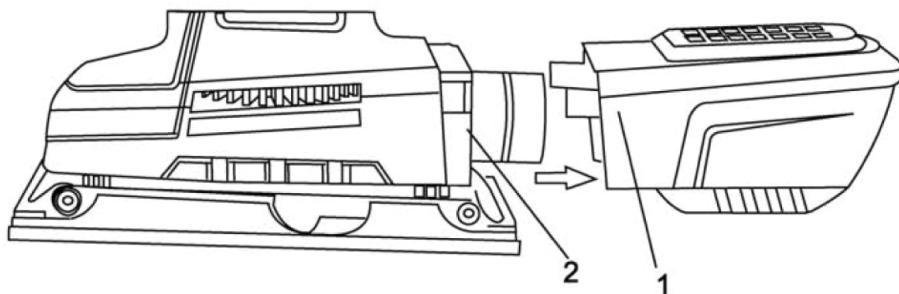

Рис. 3
1. Совместите пазы на патрубке пылесборника 1 (Рис. 3) с выступами на патрубке машины 2 (Рис. 3) и вставьте до упора патрубок машины в патрубок пылесборника.